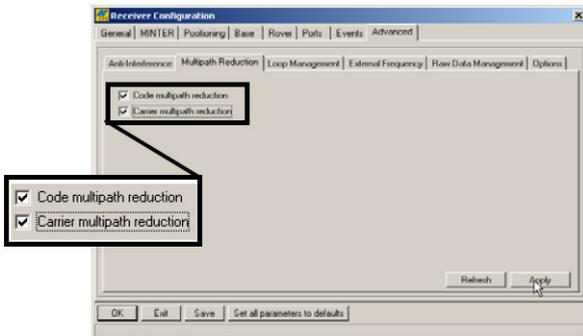

Figura 3-15. Configurazione dei parametri multipath
12. Fare clic sulla scheda Advanced, quindi sulla scheda Multipath. Impostare i seguenti parametri e fare clic su **Apply** (Figura 3-15).